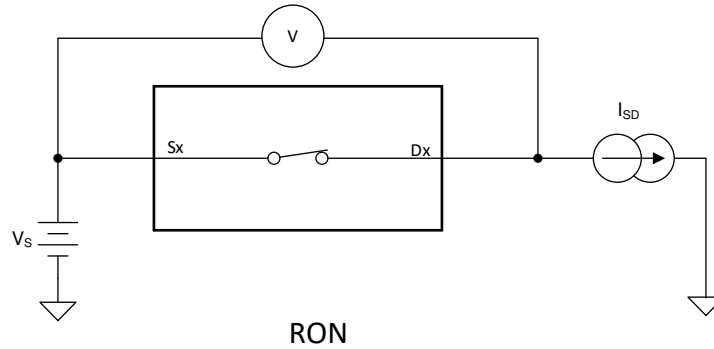

图 7-1. 导通电阻测量设置
器件的导通电阻是器件源极 (Sx) 和漏极 (Dx) 引脚之间的欧姆电阻。导通电阻随输入电压和电源电压的变化而变化。符号 R_{ON} 用于表示导通电阻。图 7-1 展示了用于测量 R_{ON} 的测量设置。电压 (V) 和电流 (I_{SD}) 可通过此设置进行测量，而 R_{ON} 可通过 $R_{ON} = V/I_{SD}$ 来计算：